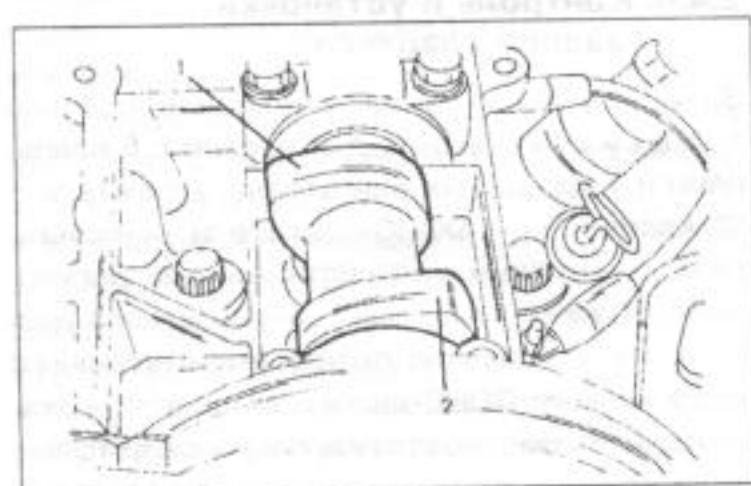

Рис. 77.
- Двигатель провернуть так, чтобы поршень первого цилиндра стоял на верхней мертвой точке в ходе сжатия. Оба кулачка принимают при этом положение, указанное на рис. 77.
- Двигатель провернуть так, чтобы оба кулачка четвертого цилиндра находились в положении, указанном на рис. 77, т. е. поршень этого цилиндра стоял на верхней мертвой точке в